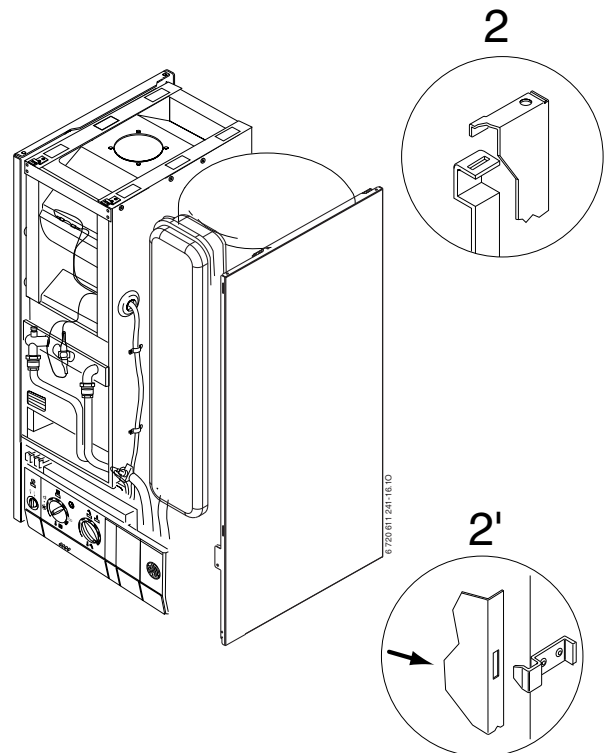

Fig. 13
- Introducir los ganchos de planchas de la carcasa derecha, en los taladros del ojal (2), que se encuentran en la parte superior y fijar el tornillo proporcionado en la parte inferior (2'), como fig. 13.